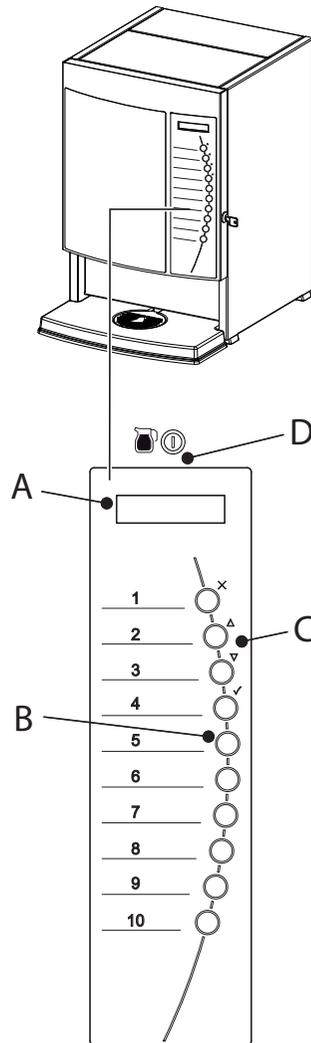

Fig. 21
- Le panneau de commande à l'avant (fig. 21) est destiné à l'usage normal quotidien.